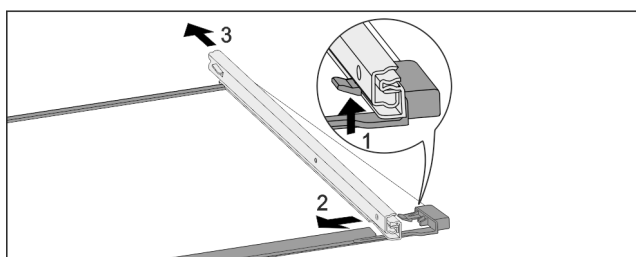

Fig. 179 Glashylla med skenor
- ▶ Tryck främre spärr uppåt. Fig. 179 (1)
- ▶ Skjut bort utdragsskena i sidled Fig. 179 (2) och bakåt Fig. 179 (3).